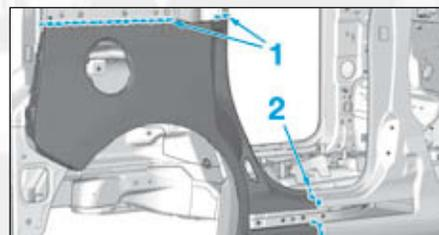

FIG. 163
- Tracer en (1) et (2) puis découper (Fig.163).